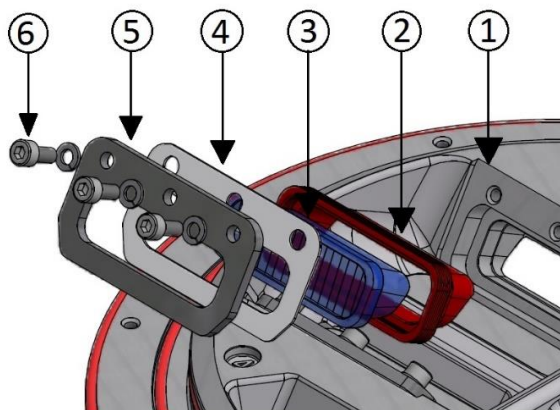

Figura 24 – Junta del prisma
- junta del prisma montada entre el prisma y la cúpula (Figura 24 - n.º 2).